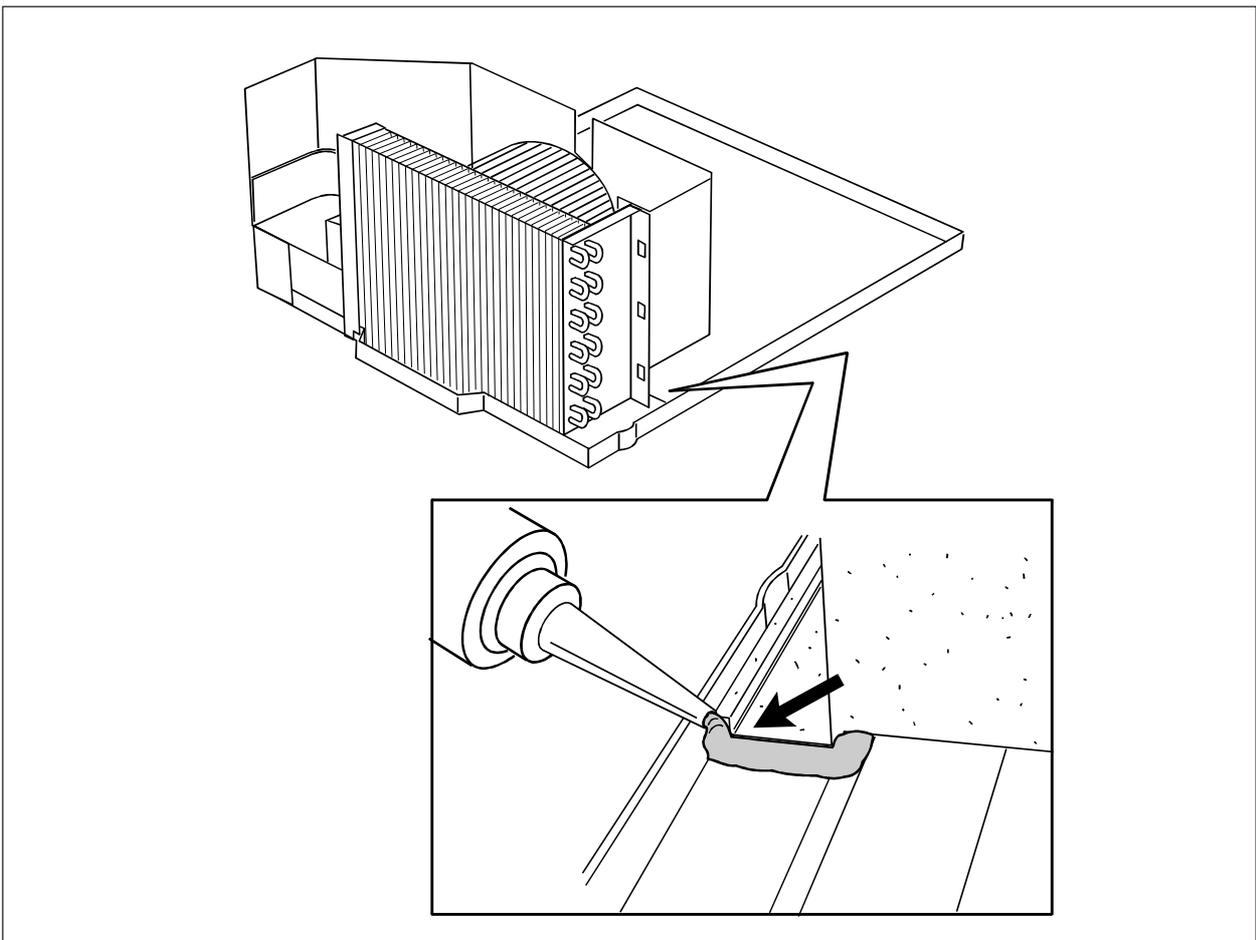

Fig.06
- 7) Aplicar Silicone por baixo da Evoluta inferior, na região onde há o retorno da água proveniente da Condensação (fig.06),